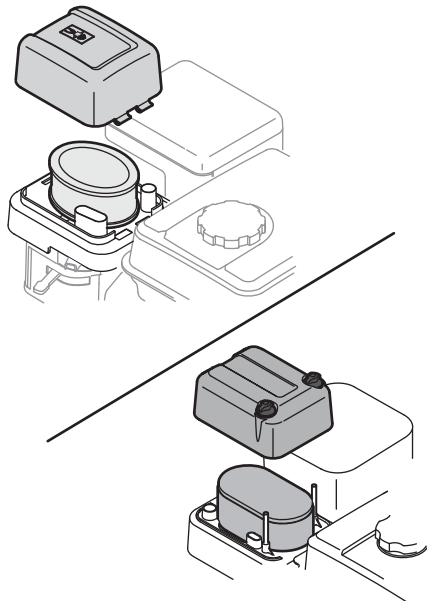

Figure 6-5
1. Selon le modèle de moteur, pressez sur la patte du couvercle du filtre et soulevez le couvercle ou desserrez les vis. Voir Figure 6-5.